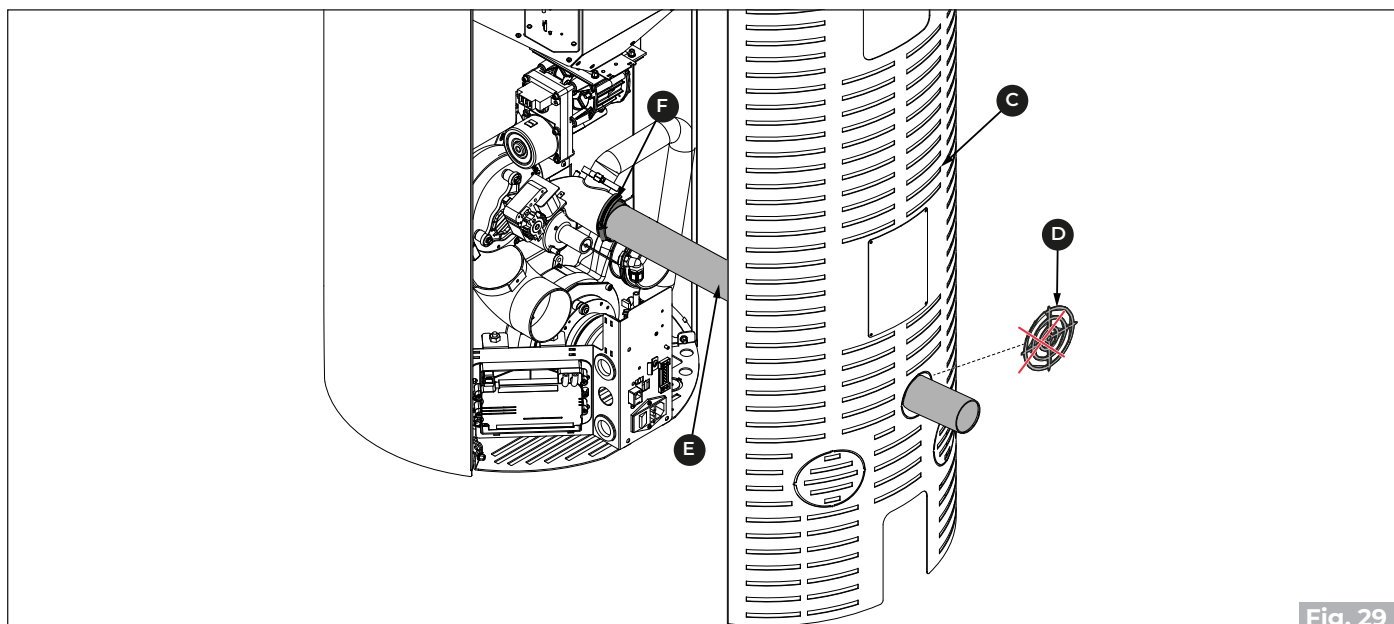

Fig. 29
- Entfernen Sie den Vorschnitt **(D)** an der Rückwand **(C)** und führen Sie den Schlauch **(E)** durch, um ihn an einen externen Lufteinlass (**Fig. 29**) anzuschließen.